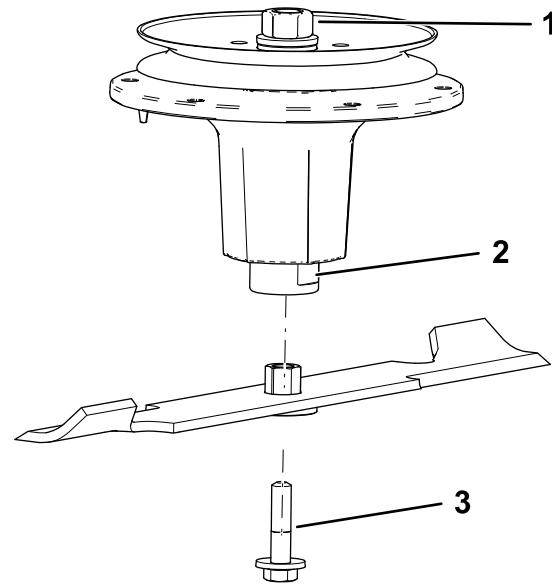

Bild 93
- Montieren Sie die Buchsen-/Messerbaugruppe auf der Spindelwelle (Bild 93).